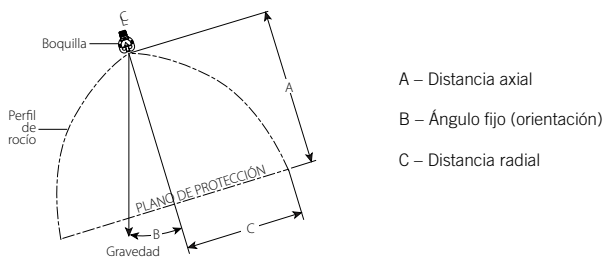

Figura 3 – Variables de cobertura de rociado
- La Figura 2 ilustra la distancia radial a diversas alturas basada en pruebas en la posición colgante a una presión de descarga de 10 psi, 20 psi y 60 psi / 69 kPa, 138 kPa y 414 kPa (vea la Figura 3, Variable C).